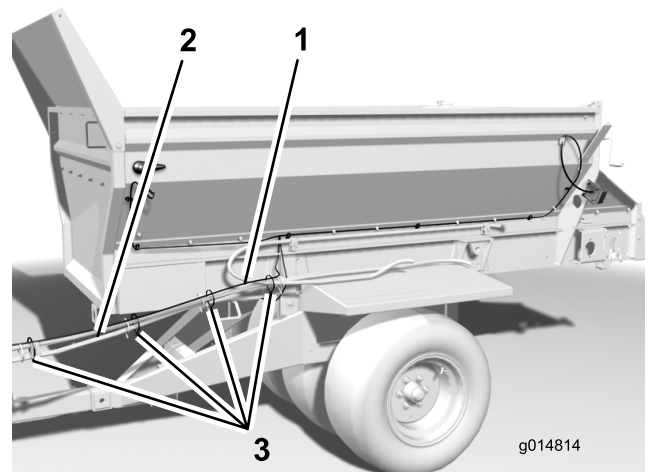

図 8
13. ケーブル・タイを使って、ハーネスをトラクタへ向かう油圧ホースに固定する（図 8）。